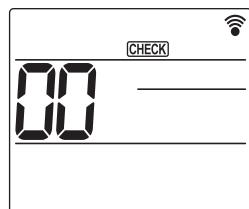

Fig. 6-7
- ① Ligue a alimentação à unidade, pelo menos, 12 horas antes do teste de funcionamento.
- ② Prima o botão **[MENU]** durante 5 segundos. (Fig. 6-7)